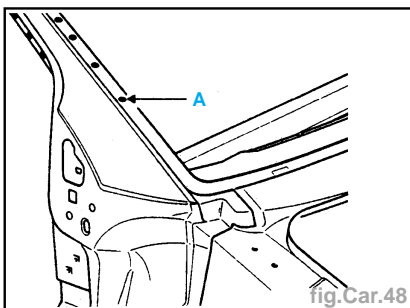

fig.Car.48
- Soudure (fig. Car.48 et 49).
**Nota.** En (A), un point en quatre épaisseurs. Tous les autres points sont en trois épaisseurs (**0,7mm x 2**) + **1,5 mm**.